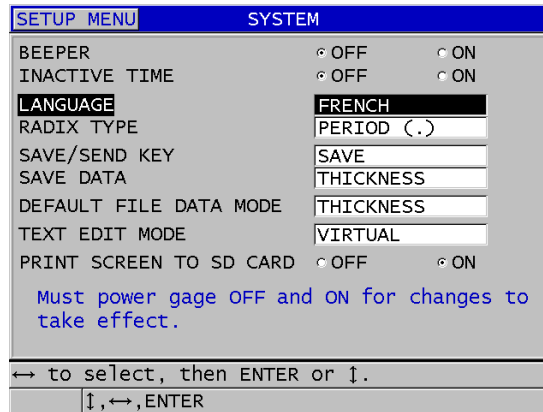

Figura 4-1 Selecionando o idioma da interface do usuário
3. Na tela **SYSTEM** (SISTEMA) (consulte Figura 4-1 na página 68):